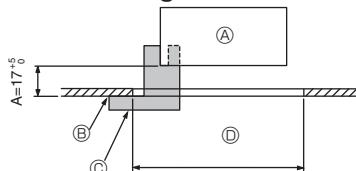

Fig. 9-2
①	Dimensiones de la rejilla	1	950 x 950 (mm)
②	Calibre de instalación	1	(Dividido en 4 partes)
③	Tornillo (4 x 16)	1	para PLP-6EAE, PLP-6EALE, PLP-6EALME
④	Panel angular del i-see sensor	1	para PLP-6EAE, PLP-6EALE, PLP-6EALME
⑤	Controlador remoto inalámbrico	1	para PLP-6EALM, PLP-6EALME
⑥	Soporte del controlador remoto	1	Se incluye si la unidad dispone del mando a distancia inalámbrico.
⑦	Pilas LR6 AA	2	Se incluye si la unidad dispone del mando a distancia inalámbrico.
⑧	Tornillos roscados de 3,5 x 16	2	Se incluye si la unidad dispone del mando a distancia inalámbrico.
9.2. Preparación para conectar la rejilla (Fig. 9-2)
- Con el calibre ② que se entrega con este equipo, ajuste y compruebe la posición de la unidad principal en relación con la superficie del techo. Si la unidad principal no está colocada en el techo de forma adecuada, podrían producirse escapes de aire o generarse condensación.